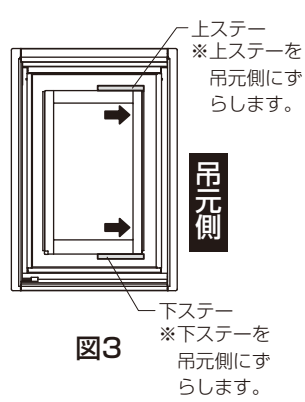

図3
- ※上・下のステーの固定穴は長穴になっています。ハンドルでの障子開けはじめが重い場合は、図3のようにステーの位置を調整してください。